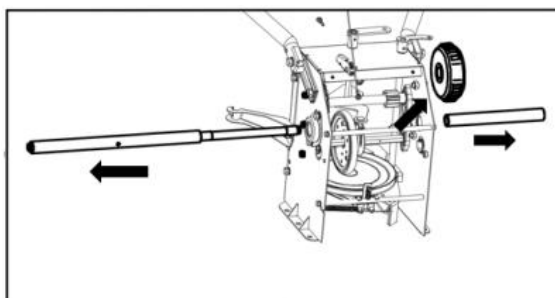

Рисунок 29
3. Вытащите длинный и короткий приводные валы, снимите дифференциал (рис. 29).